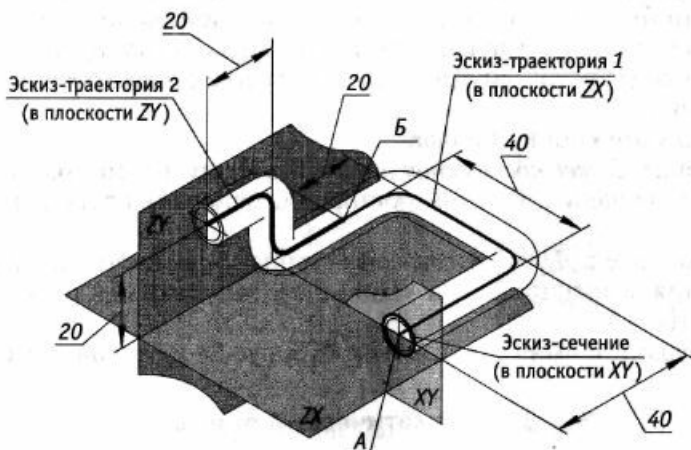

Рис. 6.5. Создание модели с использованием кинематической операции
Эскиз для кинематического элемента. При выполнении кинематической операции используется, как минимум, два эскиза. Один из них — сечение кинематического элемента (на рис. 6.5 эскизом сечения является окружность), перемещающееся по заданной траектории, другим эскизом является траектория движения первого эскиза (на рис. 6.5 эскизом траектории является осевая линия изделия). Если эскиз-траектория является плоской кривой, то такой эскиз один, если же он лежит в нескольких плоскостях (траекторией движения является пространственная кривая), то количество эскизов соответствует количеству плоскостей. На рис. 6.5 траектория состоит из двух эскизов, так как линия траектории движения эскиза-сечения является пространственной кривой, лежащей в двух взаимно перпендикулярных плоскостях.
2. Теперь выберите горизонтальную плоскость, а ориентацию — вид сверху. Постройте ломаную линию, которая будет первым эскизом-траекторией, по заданным на рис. 6.5 размерам, начиная построение от точки А (40, 0). Конечная точка эскиза-траектории должна попасть в точку В (0, 20) плоскости эскиза. Выполните скругление прямых углов радиусом 6 мм и выйдите из режима редактирования.